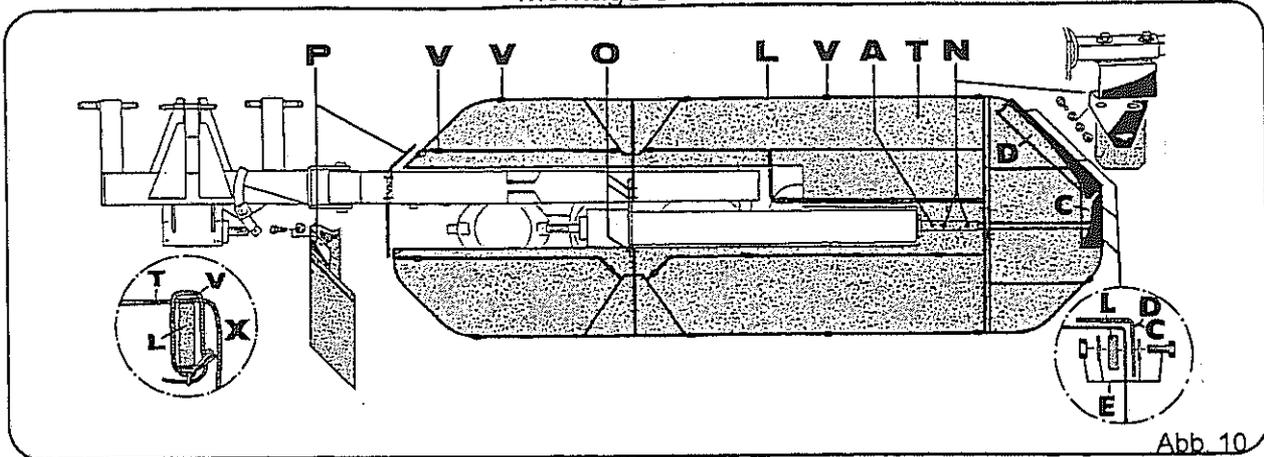

Abb. 10
- Schutzrahmen (Abb. 10, Pos. L) in den Rohrhalter (Abb. 10, Pos. A) stecken und mit Schrauben M16 x 80 (Abb. 10, Pos. N) auch den Abweiser befestigen. Die Schrauben M 16 x 80 (Abb. 10, Pos. N) so fest anziehen, daß das Einsteckrohr vom Schutz kein Spiel mehr hat. Das Schwadgummi mit den Schrauben M 8 x 25 und Scheiben 8,4/28 x 2 montieren. Das Schwadgummi soll mittig zu den Mäh scheiben stehen.
- Mit den Schrauben M 12 x 35 (Abb. 10, Pos. O) ebenfalls den Schutzrahmen an den Halter anbringen.
- Schutztuch (Abb. 10, Pos. T) auf den Schutzrahmen (Abb. 10, Pos. L) legen und mit Riemen (Abb. 10, Pos. V) an den Rahmen befestigen. Die ordnungsgemäße Anbringung des Schutztuches mit den Riemen am Schutzrahmen ist aus Einzelheit "X" zu ersehen (Riemenschnalle unterhalb des Schutztuches).
- Die beiden Schutzbleche werden oberhalb des Schutztuches (Abb. 10, Pos. C und D) an den Schutzrahmen mit den Schrauben M 6 x 25, Scheiben 6,4 / 18 x 1,6 und Muttern M6 befestigt (Abb. 10, Pos. E)
- Das seitliche Schutztuch wird mit den Schrauben M 8 x 20 unter dem Zwischenträger montiert (Abb. 10, Pos. P).